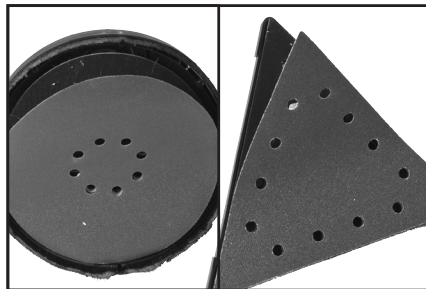

Fig. 8
- Assurez-vous que les trous du nouveau disque abrasif s'alignent avec les ports d'aspiration des poussières du patin de ponçage. (Fig. 8)